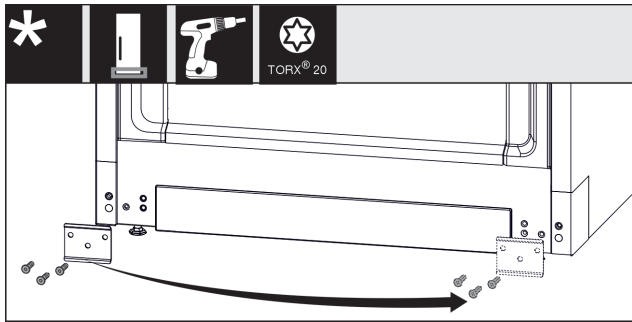

Fig. 13
- Svitare la lamiera, spostarla sull'altro lato e riavvitare. Fig. 13 (1)